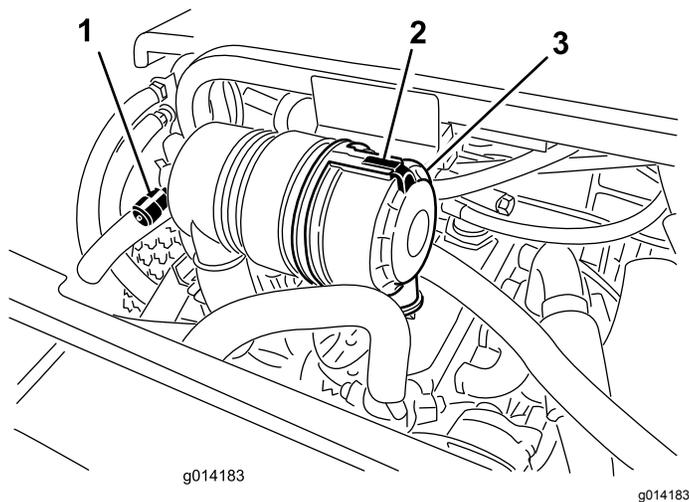

Bild 34
damit das Schmierfett besser durch die obere und untere Drehzapfen-Büchse wandern kann. Das Schmierfett sollte oben und unten aus dem Achsengehäuse bzw. Büchsenbereich aller vier Drehzapfen austreten (**Bild 34**).
Warten Sie den Luftfilter nur, wenn die Wartungsanzeige dies angibt (Bild 34). Das frühzeitige Auswechseln des Luftfilters erhöht nur die Gefahr, dass Schmutz in den Motor gelangt, wenn Sie den Filter entfernen.
1. Lösen Sie den Riegel, mit dem die Abdeckung des Luftfilters am Luftfiltergehäuse befestigt ist (Bild 34).